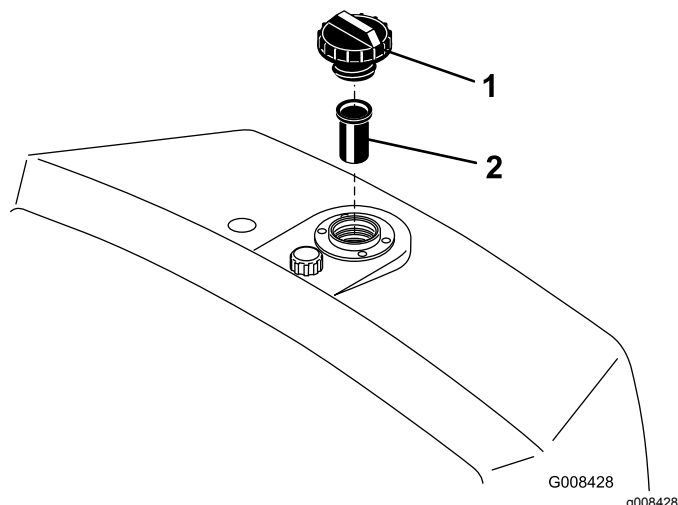

図 48
2. オイルタンクのキャップを取って油量を点検する。補給口の首の根元部分まであれば適正である 図 48